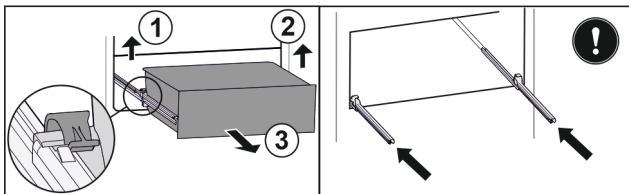

Fig. 40
- ▶ Повдигнете лявата скоба и едновременно с това изтеглете напред чекмеджето отляво. Fig. 40 (1)
- ▶ Повдигнете дясната скоба и едновременно с това изтеглете напред чекмеджето отдясно. Fig. 40 (2)
- ▶ Извадете чекмеджето напред. Fig. 40 (3)